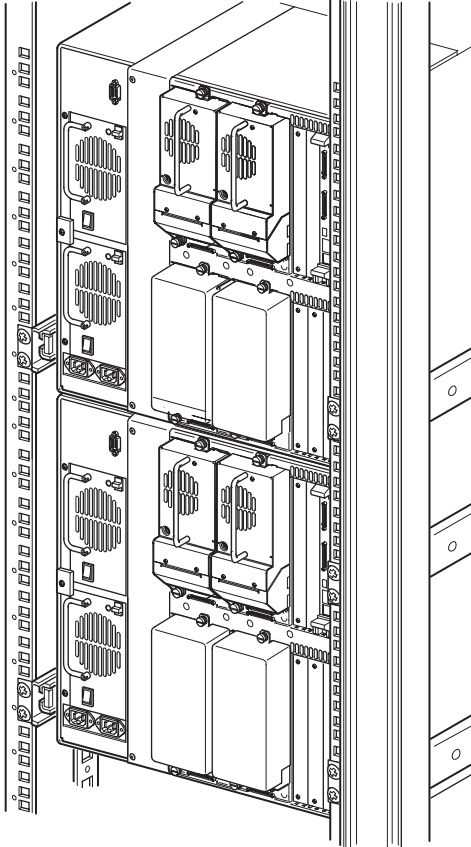

Figura 2–10: Installazione della libreria, MSL5052/MSL5060 (rack 9000)
2. Rimuovere i pannelli di copertura o l'assieme alloggiamento dell'unità 1 e 3 dal vano adiacente all'apertura della piastra di copertura del meccanismo PTM (vedere la Figura 2–11).